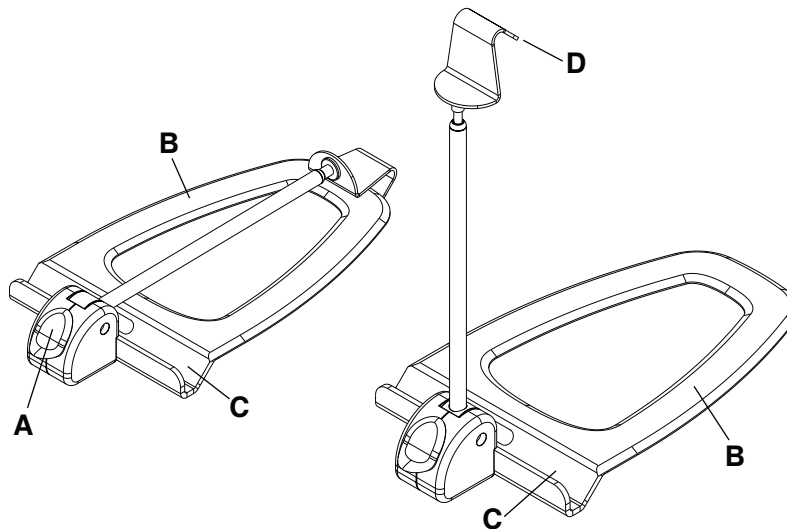

Abbildung 29 – Seitlicher Röntgenkassettenhalter
2. Den gelben Freigabeknopf (A) herunterdrücken, um den seitlichen Kassettenhalter (Abbildung 29) zu öffnen.
3. Den flachen Sockel (B) zwischen Matratze und Patientenplattform schieben.
5. Die Röntgenkassette im Kassettenkanal (C) platzieren.
6. Den Kassettenhaken (D) nach oben ziehen, um die Höhe des Arms so einzustellen, dass er über die Röntgenkassette passt, um die Kassette in Position zu halten.